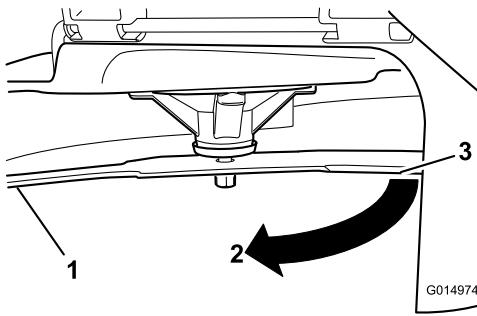

Figure 91
3. Distancia medida entre la cuchilla y la superficie (A)
4. Gire la misma cuchilla 180 grados de manera que el otro extremo esté en la misma posición (Figure 91).